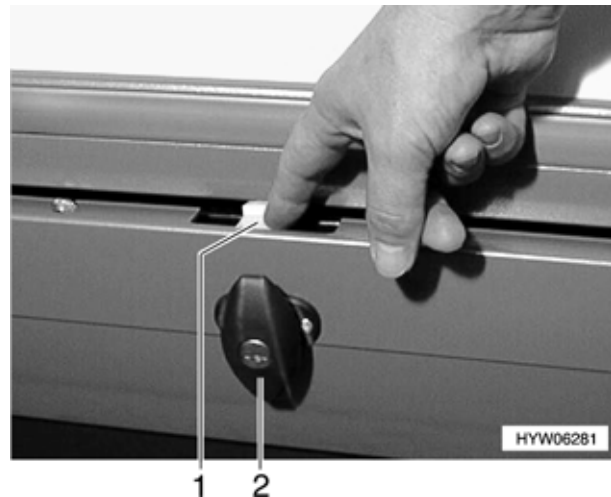

Bild 55 Sicherung am Unterflur-Schubkasten
- Klappenschloss (Bild 55,2) wie oben beschrieben öffnen.
- Sicherung (Bild 55,1) herunterdrücken, gedrückt halten und Unterflur-Schubkasten herausziehen.